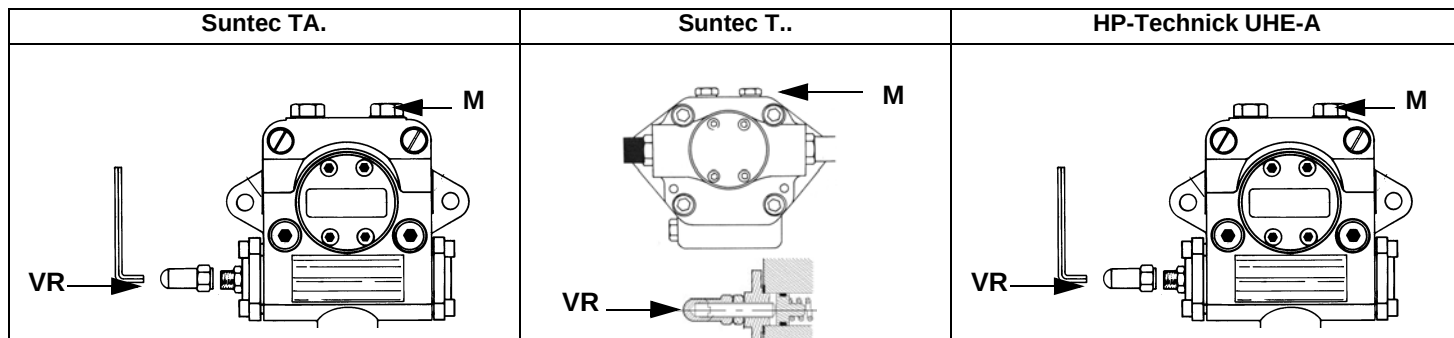

Fig. 8
- 3 sfiatare l'aria dall'attacco (**M**) manometro della pompa (Fig. 8), allentando leggermente il tappo, senza toglierlo; quindi rilasciare il contattore.
- 5 La pressione di alimentazione ugello è già pre-tarata in fabbrica e non deve essere cambiata. Solo se necessario, regolare la pressione di alimentazione (vedi relativo paragrafo) nel modo seguente: inserire un manometro nella posizione indicata in Fig. 9 agire sulla vite di regolazione **VR** della pompa (vedi Fig. 8) fino ad ottenere una pressione all'ugello pari a 20 bar (ugelli Monarch o ugelli Bergonzo);